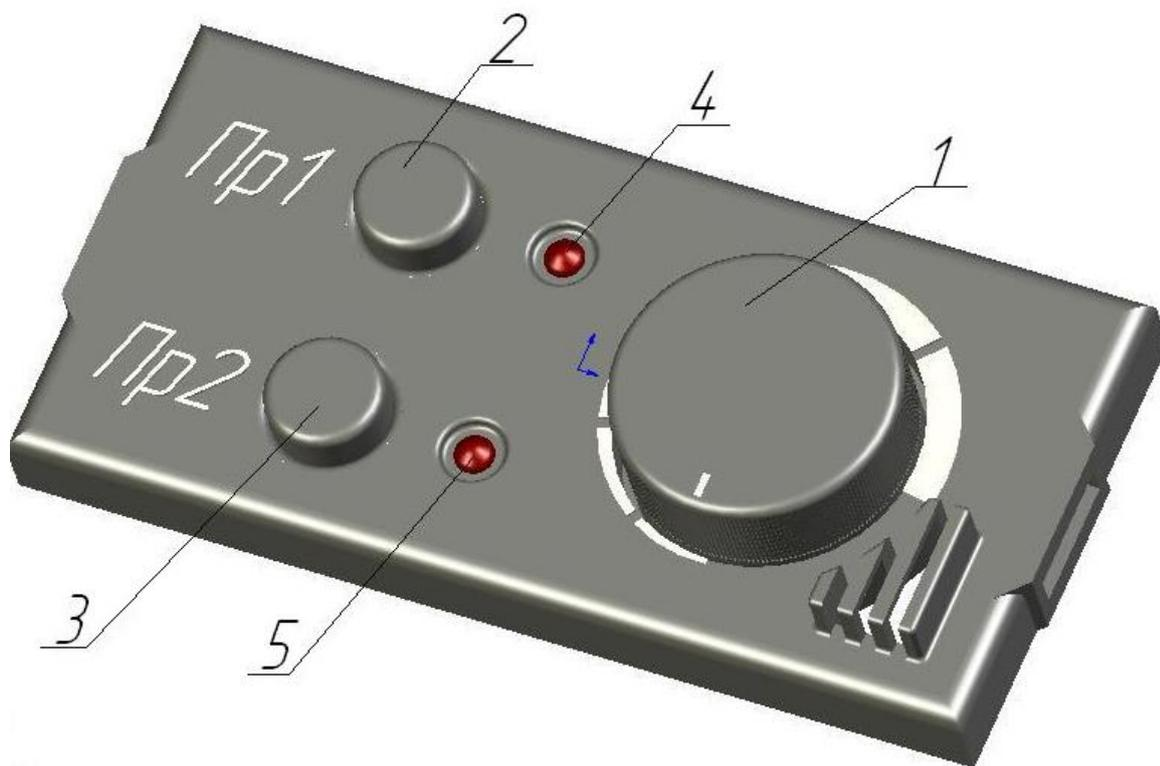

Рис. 3 Панель пульта управления
4.7 Управление подогревателем осуществляется пультом управления, который должен располагаться на приборной панели транспортного средства. На лицевой панели пульта введена ручка поз.1 (рис.3) потенциометра, для задания температуры воздуха внутри салона автомобиля. Температура может задаваться от $+15^{\circ}\text{C}$ до $+30^{\circ}\text{C}$ (одно деление на панели пульта соответствует повышению температуры на 3°C).
На лицевой панели пульта управления также выведены 2 светодиода (см. рис. 3) которые показывают состояние подогревателя: